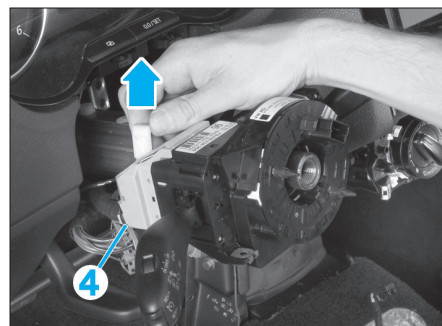

FIG. 6
- Déverrouiller la languette de sûreté du connecteur (4) (Fig.6) pour le débrancher de l'ensemble commodo/contacteur spiralé.